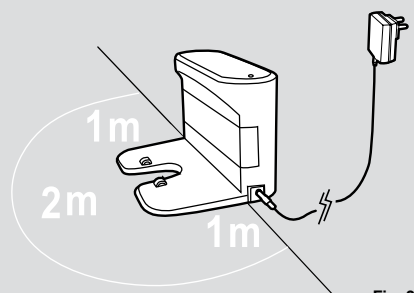

Fig. 2
Introduza o transformador eléctrico e ligue-o à estação de carregamento. **[Fig. 2]**
3. Não devem existir objectos na área em torno da estação base de carregamento, 2 metros na parte frontal e 1 metro em cada um dos lados. **[Fig. 2]**